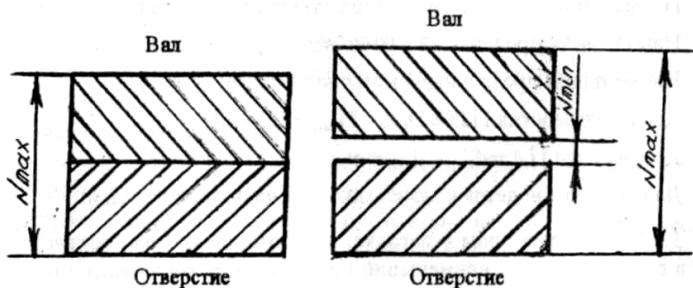

Рис. 2. Схема полей допусков для посадки с натягом.
2. **Посадка с натягом** - посадка, при которой всегда образуется натяг в соединении, т.е. наибольший предельный размер отверстия меньше наименьшего предельного размера вала или равен ему. При графическом изображении поле допуска отверстия расположено под полем допуска вала (рис. 2)